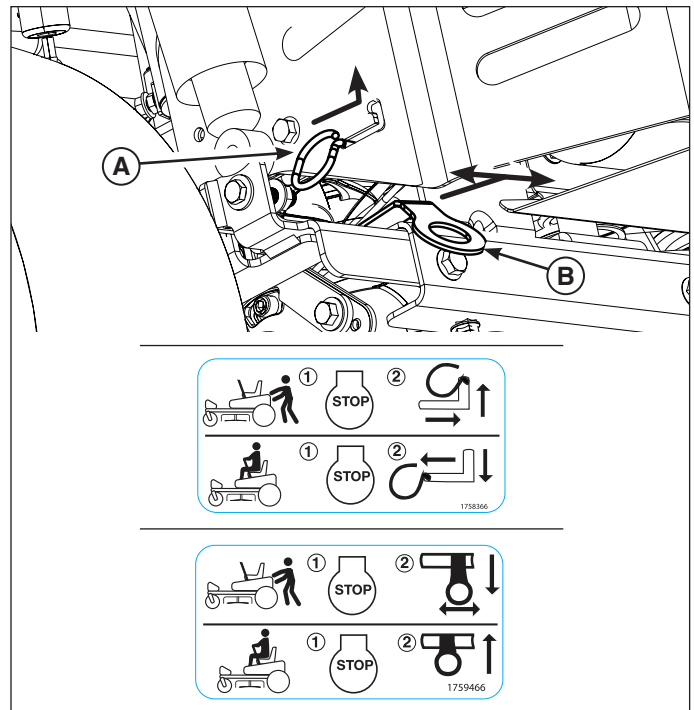

Figure 4
2. Pour désengager les transmissions, déplacer les leviers de dégagement de roulement (A ou B, Figure 4, selon le modèle), dans la position POUSSER tel qu'illustré.